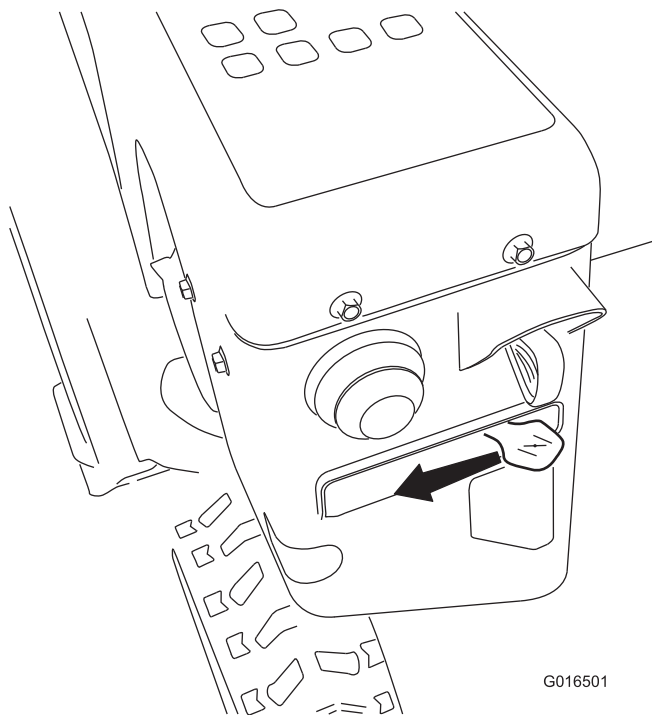

Figure 23
5. Réglez le starter à la position STARTER (Figure 23).